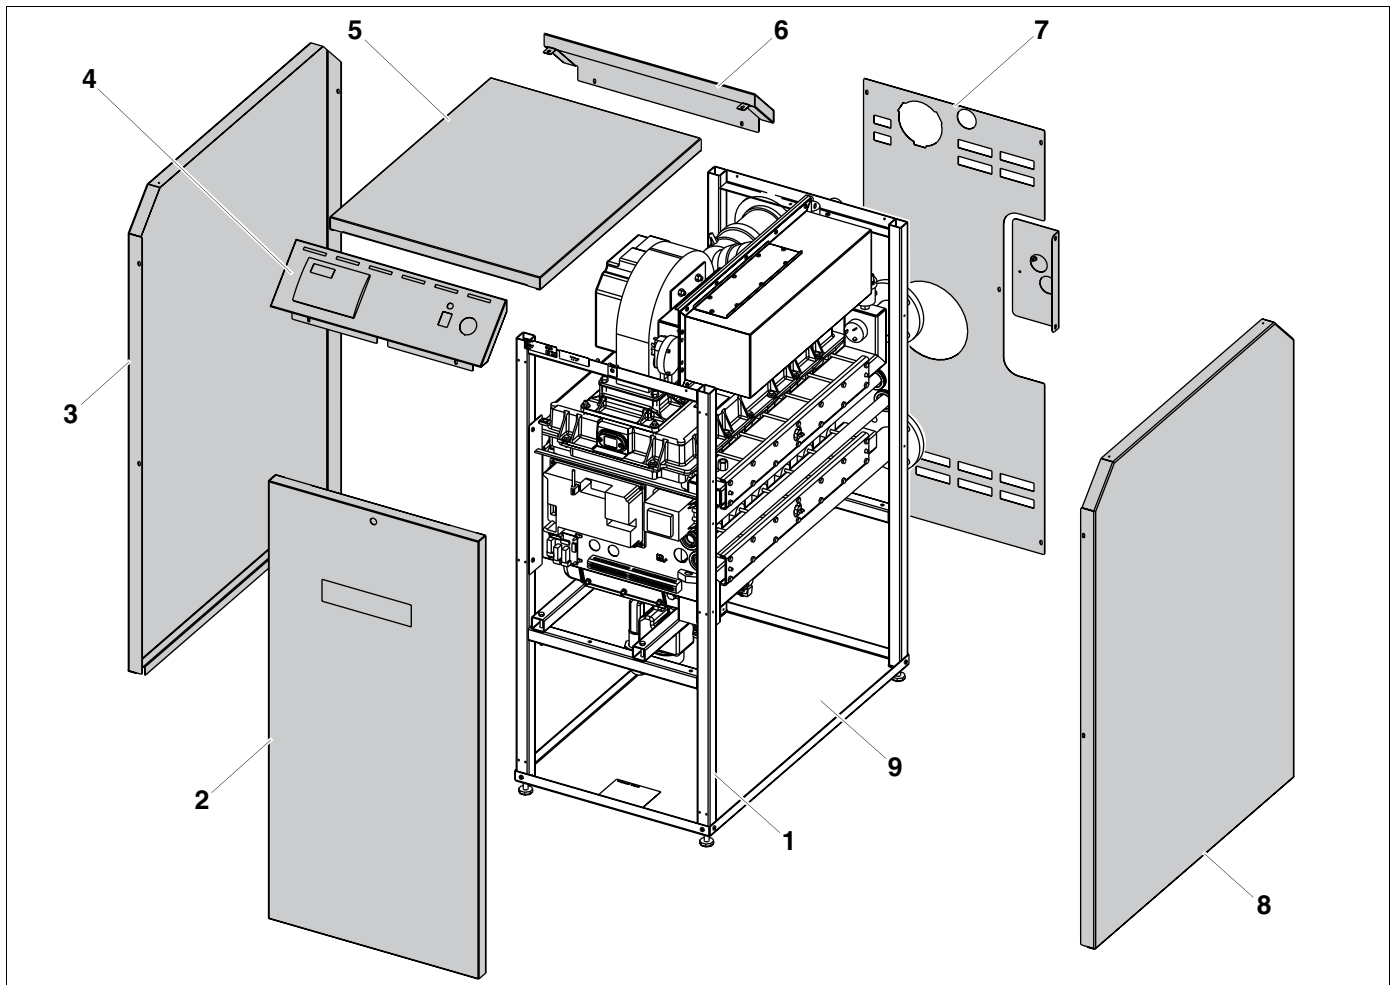

Fig. 1 Logano plus GB302
Los componentes principales de la caldera Logano plus GB302 (fig. 1) son:
Pared delantera (fig. 1, **pos. 2**), pared lateral izquierda (fig. 1, **pos. 3**), protección con controlador (fig. 1, **pos. 4**), cubierta de la caldera (fig. 1, **pos. 5**), protección posterior (fig. 1, **pos. 6**), pared posterior (fig. 1, **pos. 7**), pared lateral derecha (fig. 1, **pos. 8**) y chapa base (fig. 1, **pos. 9**)